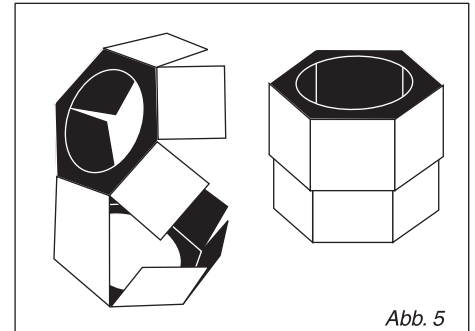

Abb. 5
**Schritt 9:** Entfernen Sie die beiden runden Ausschnitte aus der Innenverstärkung 1 des Haupttubus [C3] und falzen Sie alle Laschen nach vorne. Kleben Sie die fünf ganz schwarzen Laschen mit ihren weißen Rückseiten so auf die grauen Klebeflächen der anderen fünf Laschen, dass ein kleiner sechskantiger Block entsteht (s. Abb. 5). Seine Innenfläche ist schwarz, die Außenfläche weiß. Schwärzen Sie die beiden Sechsecke an den Enden des Blockes. Verfahren Sie dann mit der Innenverstärkung 2 des Haupttubus [C4] ebenso. Gut trocknen lassen.